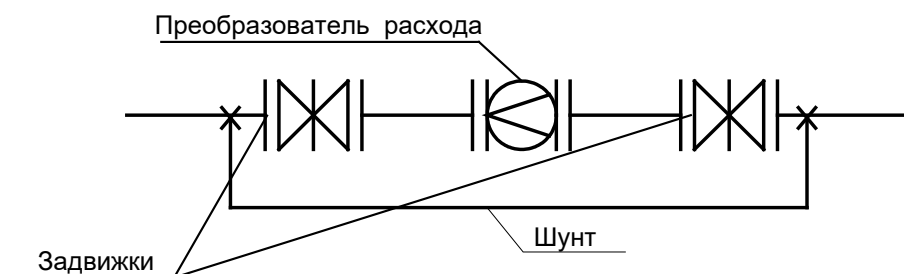

Рисунок 6.4 – Шунтирование преобразователя
Шунтирование преобразователя выполняют при помощи стальной полосы, приваренной к концам трубопровода в местах его разрыва в соответствии с рис. 6.4. Толщина шунта должна равняться толщине стенки трубы, а ширина шунта должна равняться половине внутреннего диаметра трубы.
**\*ВНИМАНИЕ! С целью обеспечения электробезопасности персонала, перед выполнением работ по разрыву электрической цепи, трубопровод необходимо зашунтировать стальной полосой в соответствии с рис. 6.4. Сварные швы необходимо выполнять сплошными и обеспечивающими нормальный электрический контакт.**